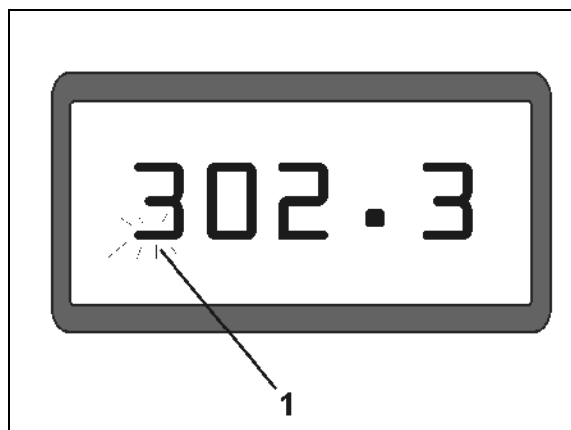

Рис. 2
- **Дисплей (Рис. 2/1).**
Нижняя часть цифры (Рис. 2/1) во время работы мигает: